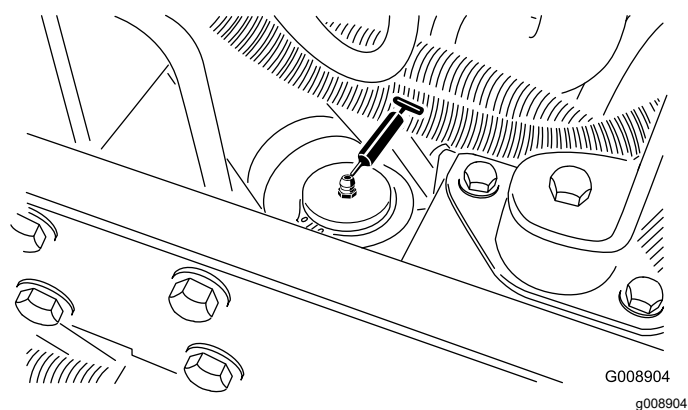

Рисунок 70
- Гидроцилиндр рулевого механизма (Рисунок 70).